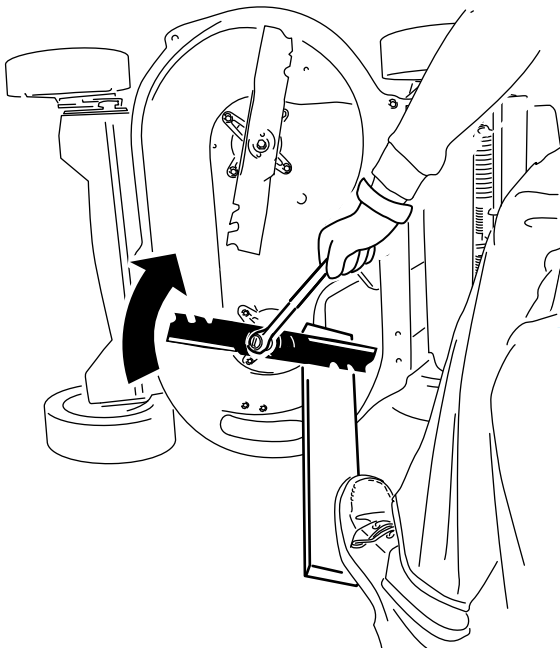

Bild 38
2. Halten Sie jedes Messer mit einem Brett fest und drehen Sie die Messerschraube mit einem Drehmomentschlüssel nach rechts, wie in Bild 38 abgebildet. Ziehen Sie jede Messerschraube mit 81 N·m an.